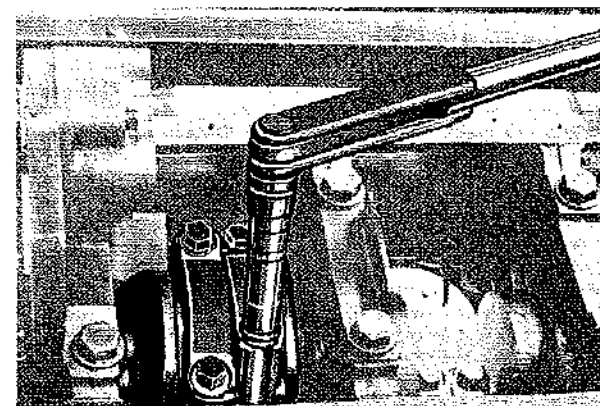

Fig. 36
- Introdurre la biella con il riferimento corrispondente al cappello (Fig. 34), accostare le viti, allineare le superfici di contatto tra fuso e cappello e serrare (Fig. 36) a: